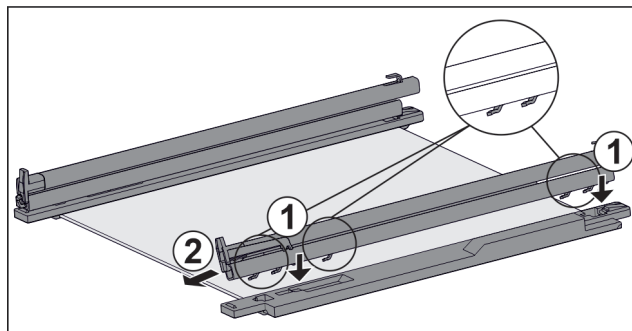

Fig. 120 带轨道和固定件的玻璃隔板
- ▶ 将轨道的挂钩放到左侧固定件的孔上。 Fig. 120 (1)
- ▶ 向前拉轨道。 Fig. 120 (2)
- ▶ 将轨道的挂钩放到右侧固定件的孔上。 Fig. 120 (1)